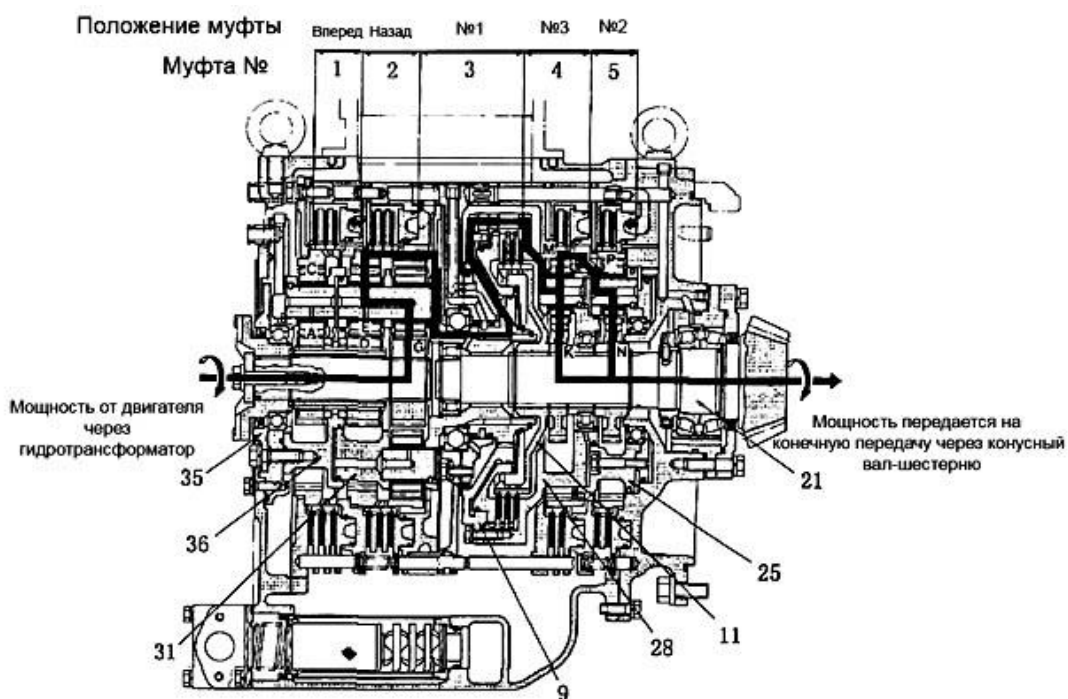

Рис. 5-23
2. Вперед, 2-я скорость (Рис. 5-23)